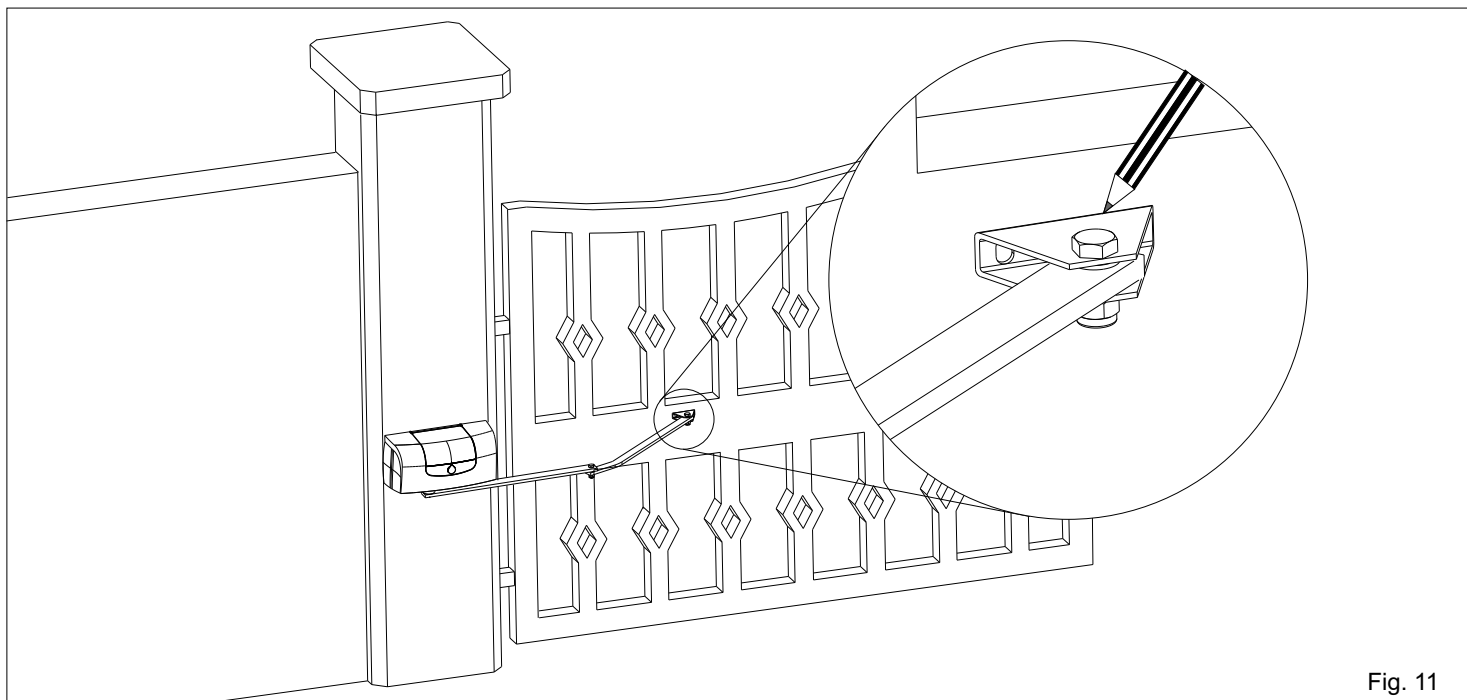
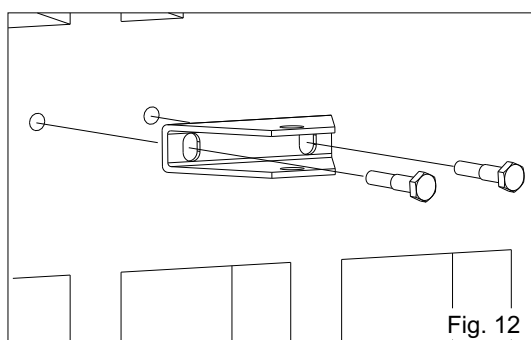

Fig. 11
Fig. 12
- Extender el brazo articulado (Fig. 11), apoyar la entrada anterior ajustable sobre la cancela y trazar dos signos al centro de las dos ojales (Fig. 12) respetando la medida indicada en la Fig. 5.
- Perforar la hoja y fijar la entrada anterior con los tornillos no en dotación (Fig. 12).